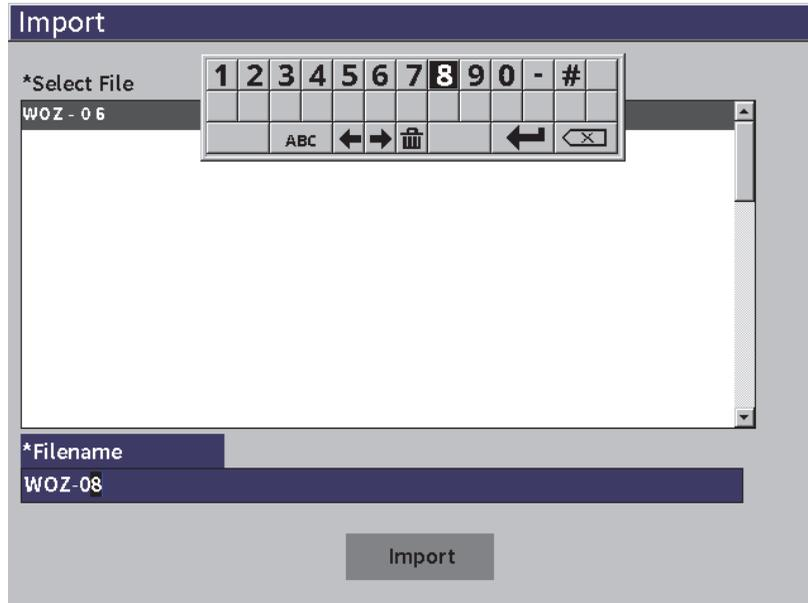

Figure 9-33 Page d'importation d'un fichier vidéo
- Pour importer le fichier sélectionné sous un autre nom, saisissez le nouveau nom (maximum 32 caractères) à l'aide du clavier virtuel, de la molette et de la touche d'entrée (voir Figure 9-33 à la page 167).